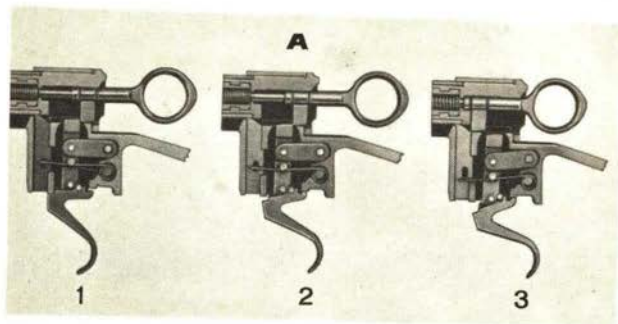

Bild 17
(Bild 17)
11. Bei schussbereiter Waffe ist der Verschluss geschlossen und verriegelt, die Abzugvorrichtung ist gespannt («Normalstellung» in Bild 17).